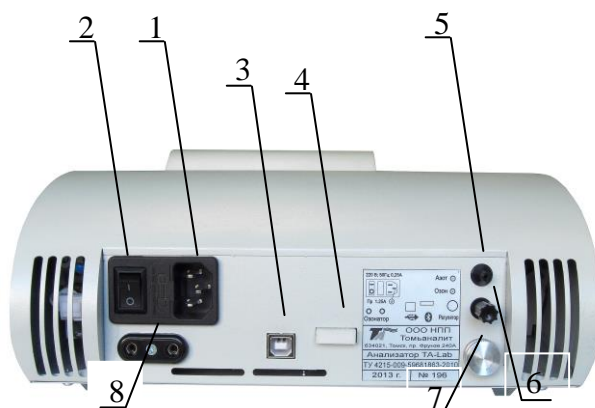

Рисунок 2 - Анализатор TA-Lab (вид сзади)
На задней панели анализатора (рисунок 2) расположены разъем 1 для подключения сетевого шнура питания, сетевой выключатель 2, разъем 3 для подключения компьютера через USB-порт, модуль Bluetooth 4, штуцер подачи азота 5, штуцер подачи озона 6 с защитным колпачком, ручка регулятора подачи газа 7, разъем 8 для подключения питания озонатора. Пломба от несанкционированного доступа расположена на стыке задней панели и дна анализатора.
2.2.1.1 Сетевой выключатель 1 расположен на задней панели анализатора (рисунок 2). При включении анализатора загорается подсветка ячеек и поднимается кронштейн для установки электродов.
2.2.1.3 Подача газа в ячейки регулируется при помощи регулятора подачи газа 4, расположенного на задней панели анализатора (рисунок 2).
2.2.2.1 При первом включении анализатора сетевой шнур питания подключить к анализатору путем ввода сетевой кабельной розетки сетевого шнура питания в приборную вилку 2 (рисунок 2).
2.2.2.4 Для подключения компьютера кабель соединительный подключить к анализатору через разъем 3 (рисунок 2) и к ПК через USB-порт.
2.3.7 При использовании методик, требующих применения озона, необходимо снять колпачок со штуцера «Озон» 5 (рисунок 2), расположенного на задней панели анализатора, и надеть на него трубку озонатора. Сетевую вилку озонатора воткнуть в разъем для подключения питания озонатора 7 (рисунок 2), расположенный на задней панели анализатора.
2.3.8 При использовании методик, требующих применения инертного газа, необходимо подключить к штуцерам «Газ» 6 (рисунок 2), расположенному на задней панели анализатора, источник инертного газа с избыточным давлением (10...20) кПа. С помощью регулятора 4 (рисунок 2) в начале процесса измерений необходимо установить расход газа, не допускающий выплёскивание раствора из ячеек.